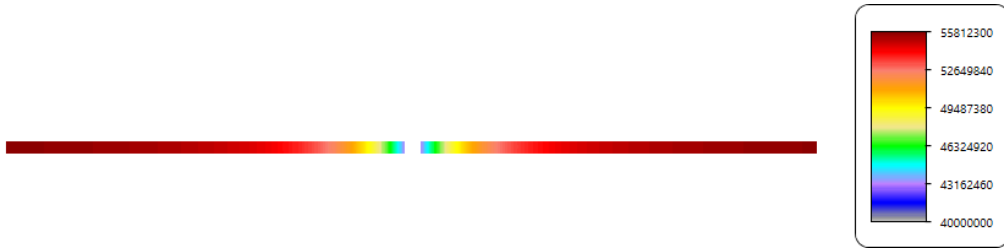

Figure 7: Abfallen der elektrischen Leitfähigkeit (S/m) in der heißen Zone mit schmalseitigem Anschluss
- Daher macht es kaum einen Unterschied, dass die elektrische Leitfähigkeit des Kupfers in der Nähe des Bauteils wegen des Wärmeeintrags durch das Bauteil sinkt (s. Fig. 7).